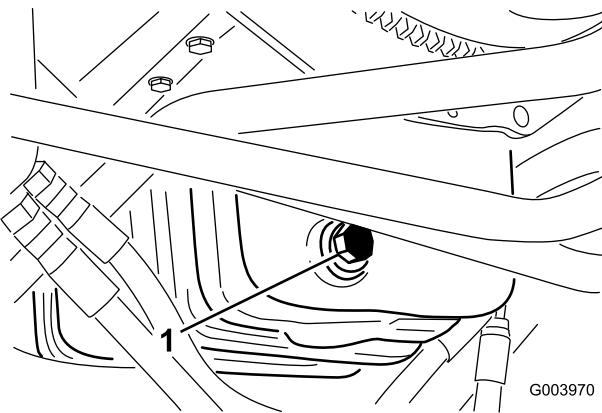

Figure 40
1. Retirez le bouchon de vidange (Figure 40) et laissez couler l'huile dans un bac de vidange.